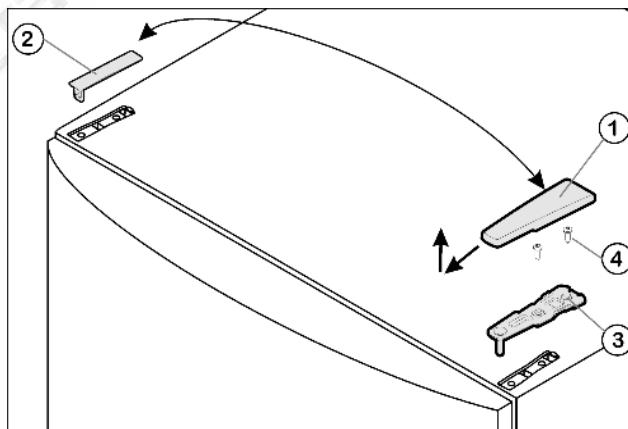

Fig. 4
- ▶ Потяните крышку Fig. 4 (1) вперед и вверх.
- ▶ Снимите крышку Fig. 4 (2).
- ▶ Открутите верхний опорный кронштейн Fig. 4 (3)(2 шт. Torx® 25) Fig. 4 (4) и вытяните вверх.
- ▶ Установите верхний опорный кронштейн Fig. 4 (3) на новой стороне шарнира и защелкните в дверце.
- ▶ Привинтите верхний опорный кронштейн **(с моментом 4 Нм)** (2 шт. Torx® 25) Fig. 4 (4). При необходимости проделайте отверстия или используйте аккумуляторную отвертку.
- ▶ Наденьте и защёлкните крышку Fig. 4 (1) и крышку Fig. 4 (2) на противоположной стороне снаружи.